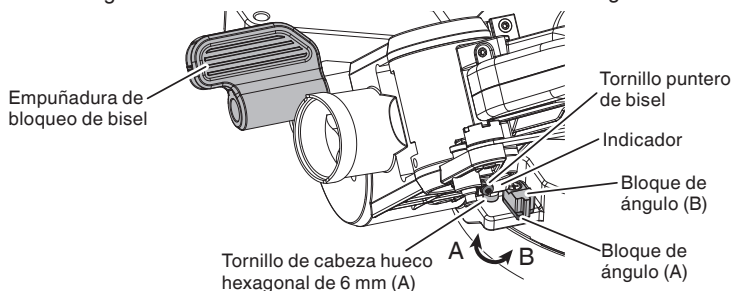

Fig. 13-c
8. Ajuste del indicador de 90° (para escala de bisel) (Fig. 13-c)